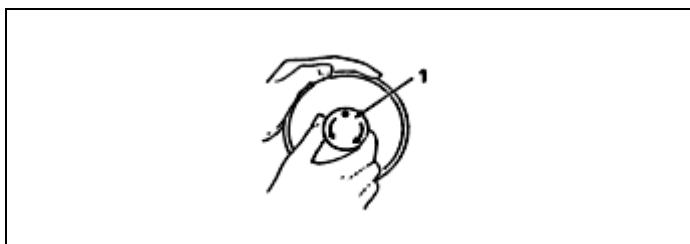

Fig. 6.
8. ENCHENDO A CARRETILHA (Fig. 6 e 7)
1. Pare o movimento da agulha folgando o parafuso de parada de movimento 1, segure o volante com a mão esquerda e gire o parafuso de marcha lenta em sua direção com a mão direita. (fig. 6)